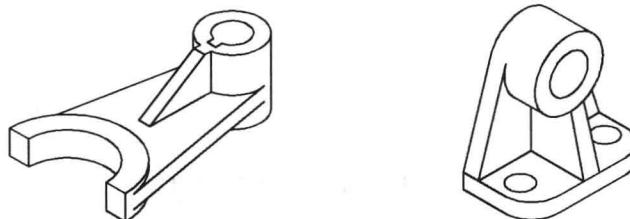

图 1.1.3 使用 AutoCAD 绘制的轴测图
(3) 绘制轴测图。轴测图是一种采用二维绘图技术, 模拟三维图形对象沿特定视点产生的三维平行投影效果, 因此轴测图看似三维图形, 其实是平面图形。在 AutoCAD 中, 用户可以利用等轴测方法, 将直线绘制成与坐标轴成  $30^\circ$ ,  $90^\circ$ ,  $150^\circ$  的直线, 将圆绘制成椭圆, 如图 1.1.3 所示为使用 AutoCAD 绘制的轴测图。